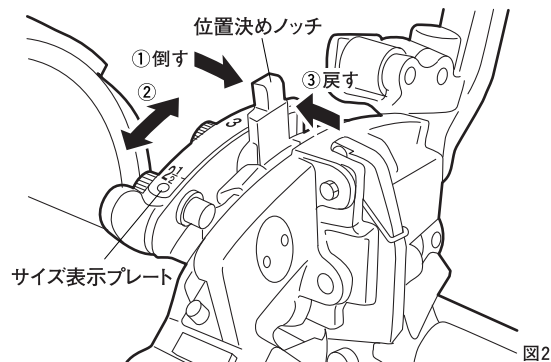
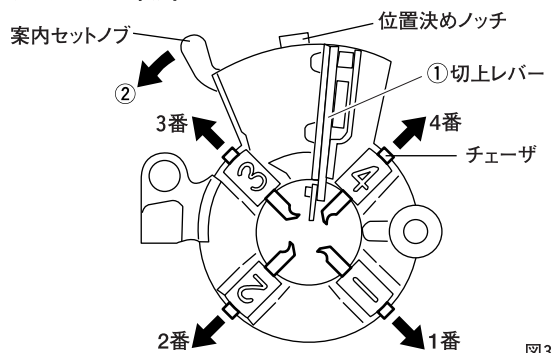
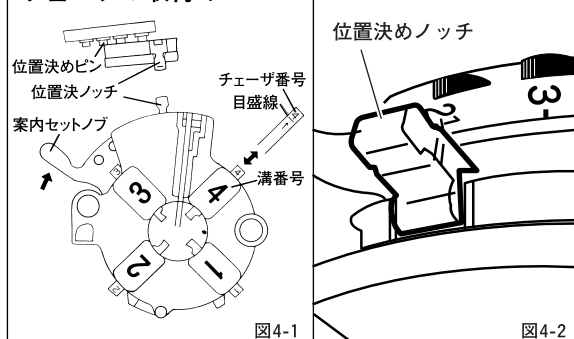

図2
図3
図4-1
1. ねじ切サイズの合わせ方 (図2)
- ① 位置決めノッチを図2の矢印①の方向に倒す。
- ② サイズ表示プレートに表示されている希望のパイプサイズに位置決めノッチを合わせる。
- ③ 位置決めノッチを矢印③の方向に倒しながら、ノッチの溝に位置決めピンをはめ込む。
2. チェーザの取付け、取外し (図3,4)
a. チェーザの取外しかた (図3)
- ① ダイヘッドをオープン (切上レバーがブロック溝から外れ、チェーザが開いた状態) にしてください。
- ② 位置決めノッチを位置決めピンから外し案内セットノブを図3の矢印②の方向へいっぱいに引きますと、3番と4番のチェーザが取外せます。
- ③ ダイヘッドを起すと1番と2番のチェーザが取外せます。
b. チェーザの取付けかた (図4-1、4-2)
- ① ダイヘッドをチェーザの取外した状態にします。
- ② ダイヘッドの3番と4番の溝番に同じ番号のチェーザをチェーザノッチにはまりこむまで差し込んでください。
- ③ 次にダイヘッドを起こして1番と2番のチェーザを同じ溝番に差し込んでください。
- ④ 案内セットノブを図4-1の矢印の方向に回してください。チェーザは中心に向かって入っていきます。もしチェーザが入らないときはチェーザを少し上下に動かしもう一度繰り返してください。